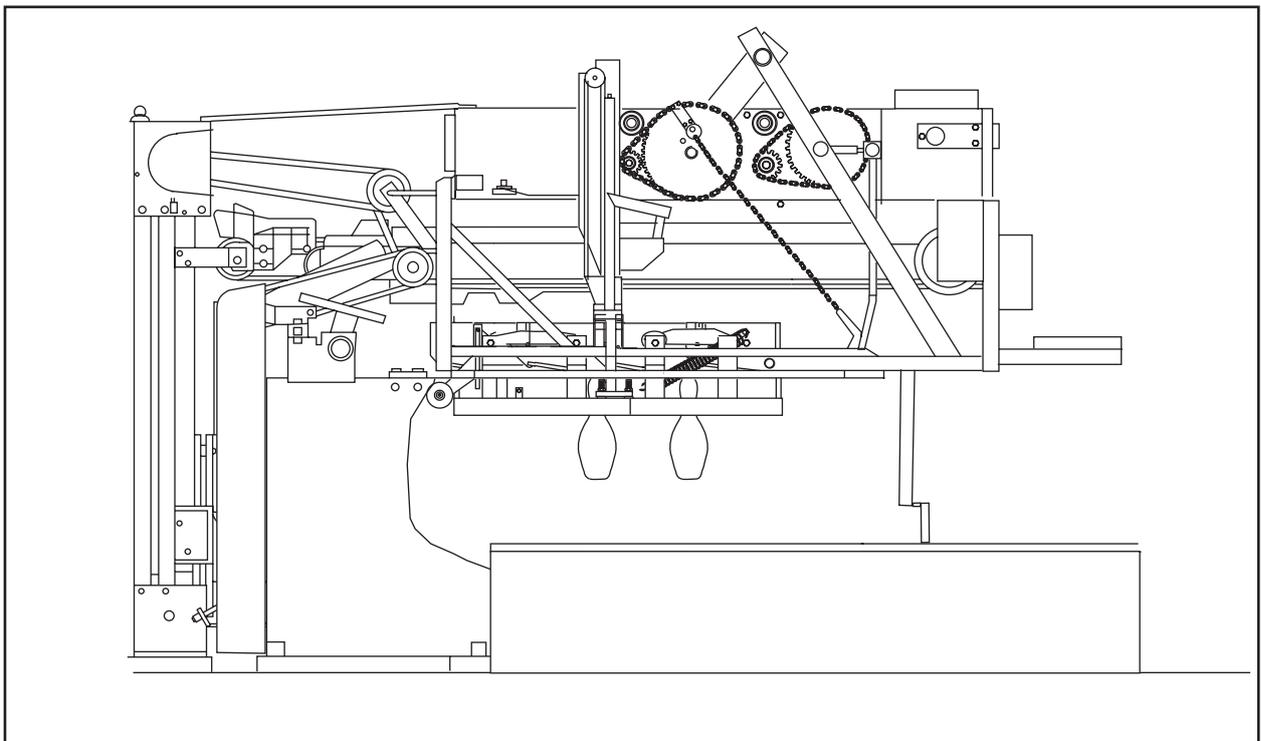

Figure 1-12. Pinces de positionnement fermées - Ramassage des quilles.
- B. Fermer les pinces de positionnement et ramasser les quilles qui se trouvent sur la piste pour permettre le balayage du bois mort. *Figure 1-12.*